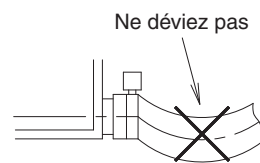

Fig. 27
- Ne déviez pas le tuyau d'évacuation (1) dans l'unité intérieure. **(Reportez-vous à la Fig. 27)** (Cela peut causer un son anormal comme des glouglous.) (Si le tuyau d'évacuation (1) est dévié, cela peut endommager la grille d'aspiration.)